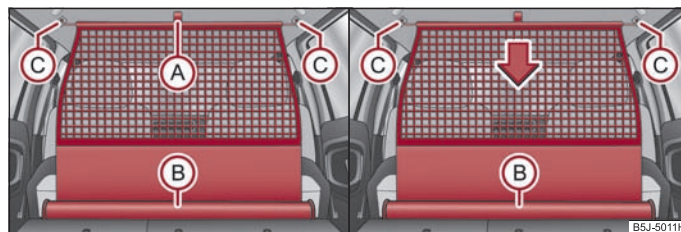

Abb. 66 Netztrennwand herausziehen / aufrollen
- Ziehen Sie die Netztrennwand an der Lasche (A) aus dem Gehäuse (B) ⇒ Abb. 66.
- Setzen Sie die Querstange in die Aufnahme (C) zunächst auf einer Seite ein.
- Ziehen Sie die Querstange erst auf der einen, dann auf der anderen Seite etwas nach hinten und nehmen die Querstange aus den Aufnahmen **C** ⇒ Seite 70, Abb. 66.